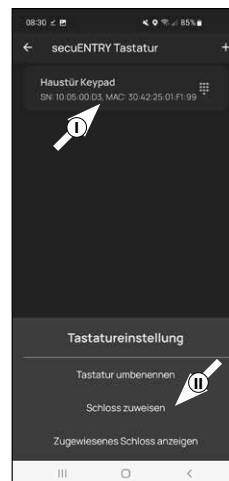

Fig. 10
11 Nell'elenco dei tastierini registrati, selezionare la voce relativa al tastierino desiderato (I) (Fig. 10) e quindi, nella finestra di menu che appare, "Schloss zuweisen" (Assegna serratura) (II) (Fig. 3).